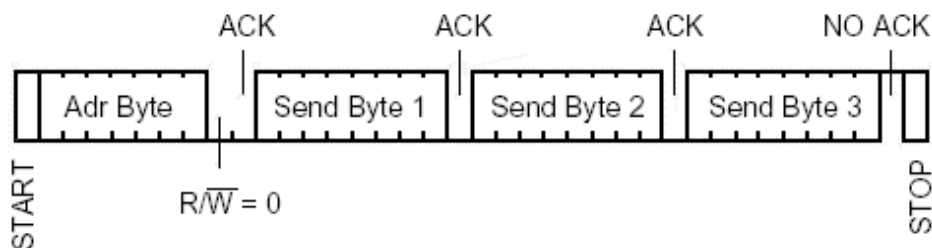

Bild 4.5: I2C-Datenformat
Nach der Startbedingung folgt ein Byte mit der Slave-Adresse (Bit 1 bis 7) und dem Read/Write-Bit (Bit 0), das angibt, ob zum Slave geschrieben wird (0) oder von ihm gelesen werden soll (1). Die Kommunikation beginnt immer mit einer Schreibsequenz des Masters. Soll der Slave Daten liefern, folgt anschließend eine Lesesequenz. Nach Senden der Startbedingung gibt der Master das Adressbyte mit R/W = 0 aus. Der Slave antwortet mit ACK (er zieht während Bit 9 der SDA-Leitung auf 0). Danach sendet der Master ein oder mehrere Datenbytes. Nach jedem Datenbyte gibt der Slave eine Bestätigung (ACK). Die Übertragung endet mit einer Stop-Bedingung (Bild 4.5). Das Lesen von Daten erfolgt nach dem gleichen Schema.